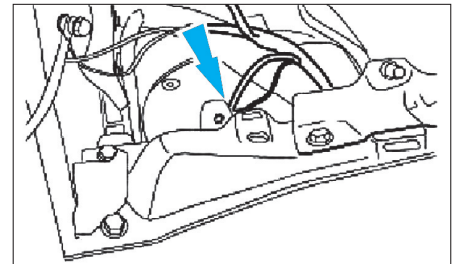

Fig. 43
- Déposer l'écrou de fixation gauche de connexion de masse de la barre de renfort (Fig.43).